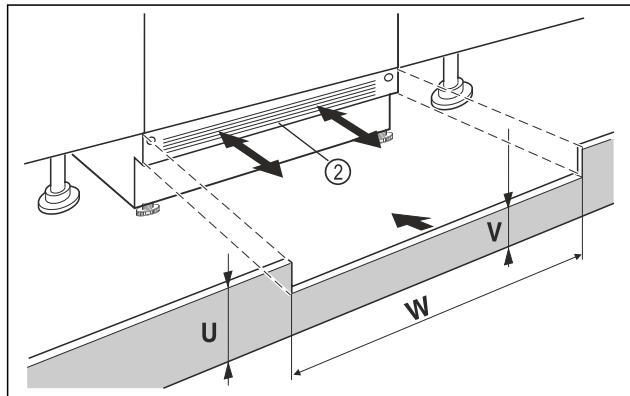

Fig. 16 Príkladné zobrazenie
- Nasadíte podstavcový kryt zariadenia Fig. 16 (2), ale ešte ho neupevňujete.
- Pri viditeľnom podstavcovom kryte Fig. 16 (2) tento potiahnite dopredu tak ďaleko, aby predná hrana vetracej mriežky a podstavcového krytu nábytku tvorili jednu rovinu.
- Pri zakrytom podstavcovom kryte Fig. 16 (2) tento posuňte úplne dozadu.
- Dávajte pozor na úplne voľnú vetráciu štrbinu: V prípade potreby prirežte výšku podstavcového krytu nábytku Fig. 16 (U)!
- Pozdĺž šírky výklenku Fig. 16 (W) prispôbte výšku medzisteny Fig. 16 (V) pod podstavcovým krytom zariadenia Fig. 16 (2).